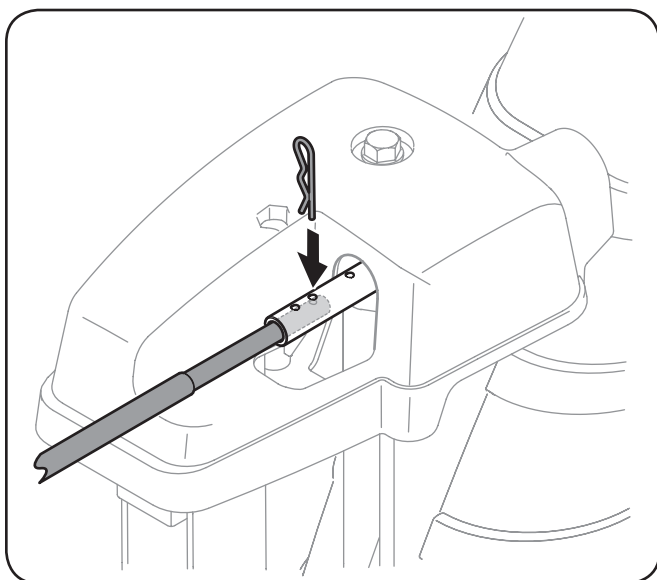

Figura 3-8
6. Empuje la varilla de control del canal hacia el panel de control hasta que el orificio de la varilla se alinee con el orificio medio de la entrada de control del canal e inserte el pasador de chaveta. Consulte la Figura 3-8.